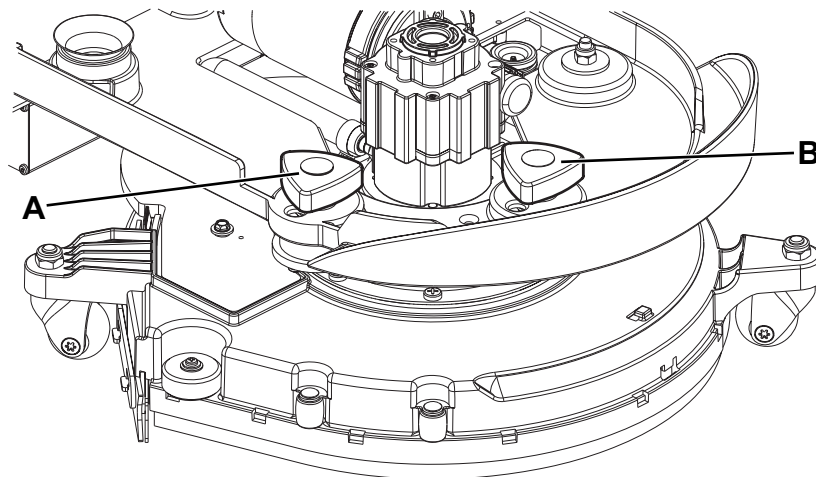

Abbildung 6
2. Die Vorschubgeschwindigkeit des Geräts mit dem Knopf (A, Abb. 6) wie folgt einstellen:
3. Tendiert das Gerät dazu, vom geradlinigen Vorschub abzuweichen, kann der Knopf i(B) m oder gegen den Uhrzeigersinn gedreht werden, um die Abweichung zu korrigieren und einen grundsätzlich neutralen Vorschub zu erhalten.